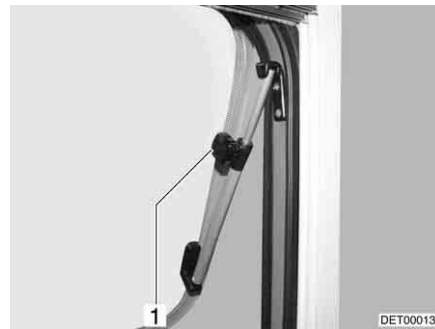

Bild 55 Ausstellfenster mit Dreh-Ausstellern, geöffnet
- Ausstellfenster bis zur gewünschten Stellung öffnen und mit Rändelknopf (Bild 55,1) feststellen.
- Rändelknopf (Bild 55,1) drehen, bis Arretierung freigegeben wird.